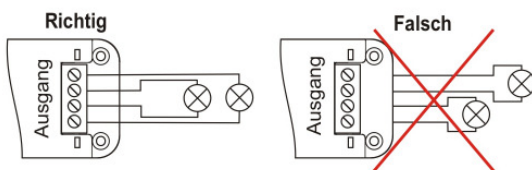

Bild. 5
- Bei größerer Menge der Ausgangsklemmen soll besondere Aufmerksamkeit auf den Anschluss einzelner Glühbirnen gemäß Abbildung 5 gerichtet werden.